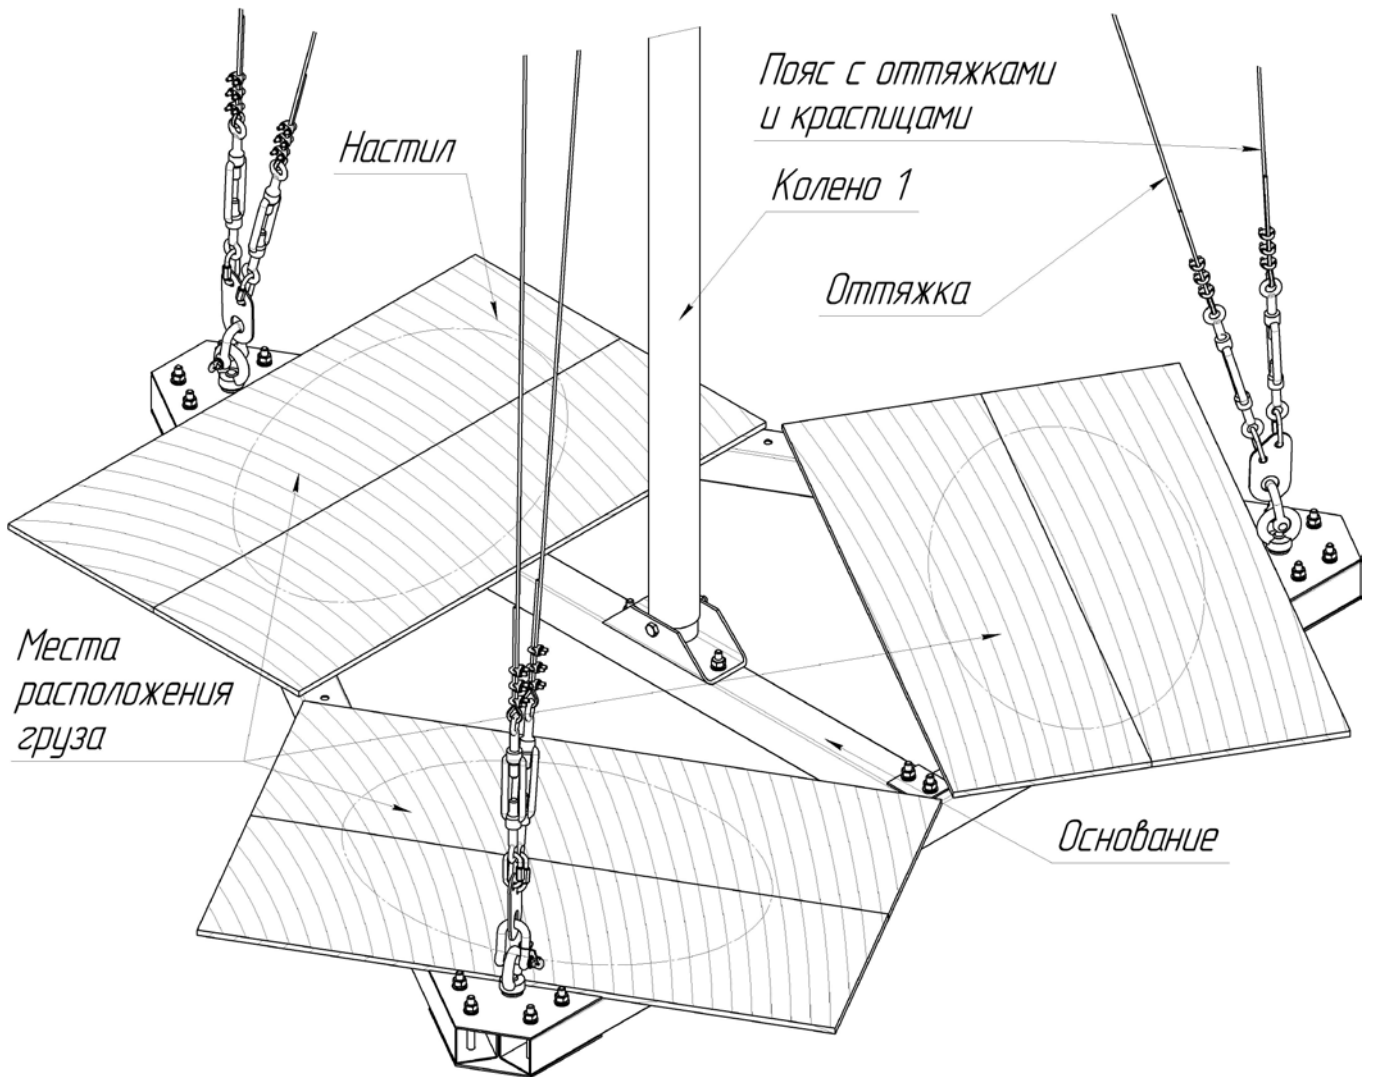

Рисунок 9 – Загрузка основания
6.1.5 На основание уложить настил (рисунок 9).